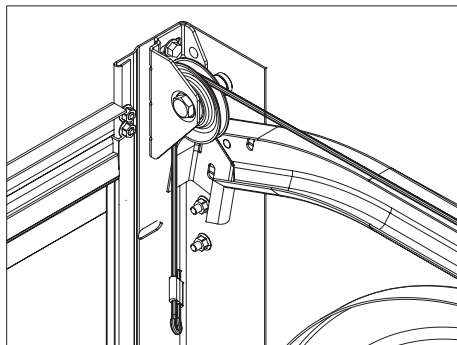

Рис. 27.3
- 7) медленно вращая вал, размотать тросы, заводя их между ребрами шкива (рис. 27.3).